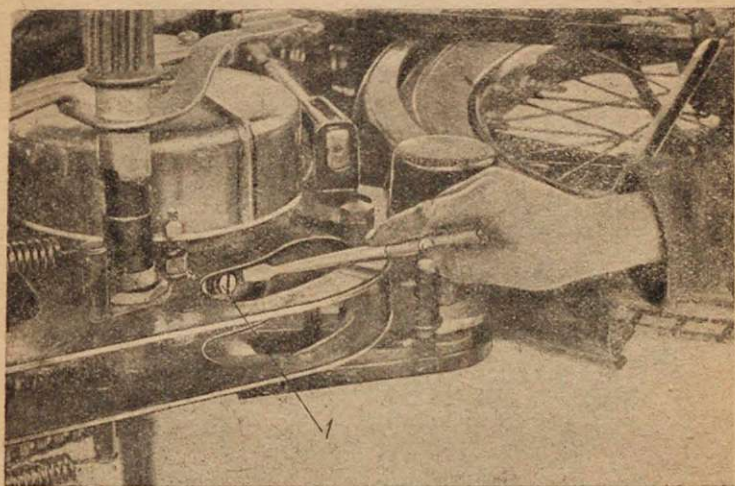

Рис. 10.
заводится на богатой смеси нагретый двигатель. В таком случае необходимо прокрутить цилиндр, открыв декомпрессионный краник, открыв полностью дроссельную заслонку и провернув несколько раз мотор с помощью кик-стартера. Из декомпрессионного краника вырывается воздух, насыщенный белым паром бензина. Когда из краника начинает выходить прозрачная смесь воздуха с парами бензина и начинаются вспышки, продувку можно прекратить и попытаться запустить двигатель. Иногда продувка не достигает цели вследствие большого количества конденсата и требуется спустить жидкое горючее из картера, отвернув пробку, находящуюся в самой нижней точке картера, между щеками рамы. Пробка (1) отвертывается при помощи отвертки (рис. 10).